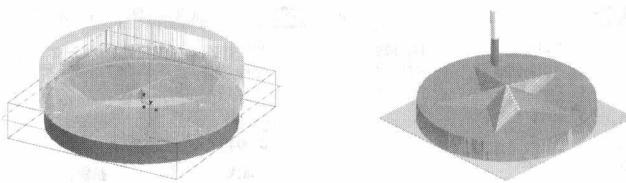

图 1-25 等高线粗加工刀具轨迹及仿真结果
2) 单击“确定”按钮, 依次拾取五角星实体为加工对象, 外部的圆为加工边界。单击鼠标右键, 系统计算并显示加工轨迹, 如图 1-25 所示。